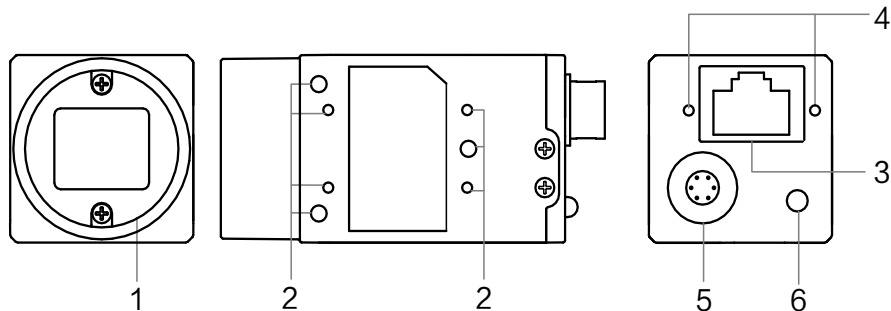
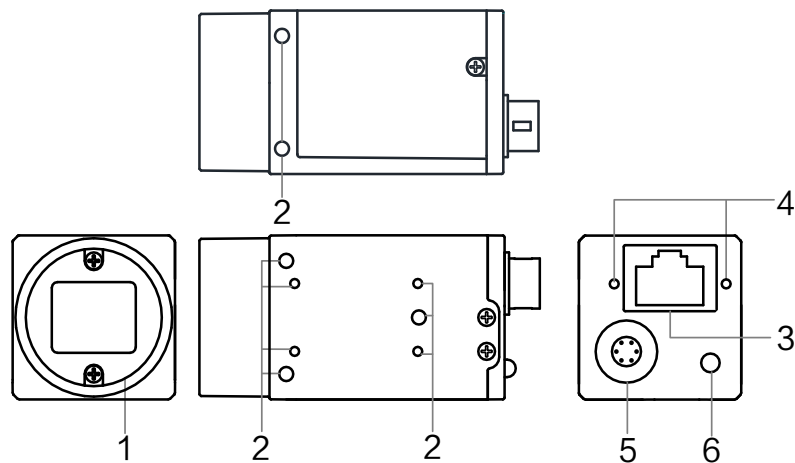

图4-1 29 mm×29 mm×42 mm
图4-2 29 mm×29 mm×42 mm (可四面固定)
- 图4-1为尺寸 29 mm×29 mm×42 mm 的千兆网口面阵相机外观。
- 图4-2为尺寸 29 mm×29 mm×42 mm 且可四面固定的千兆网口面阵相机外观。
- 29 mm × 29 mm × 42 mm (图4-1 和图4-2)